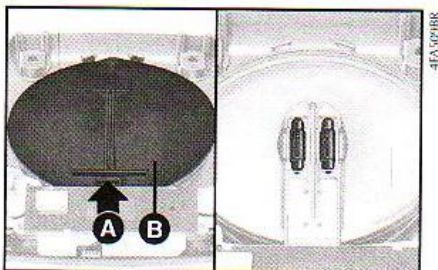

fig. 42
4) Empurrar a lingüeta **A**-fig. 42 e retirar a tampa **B**.